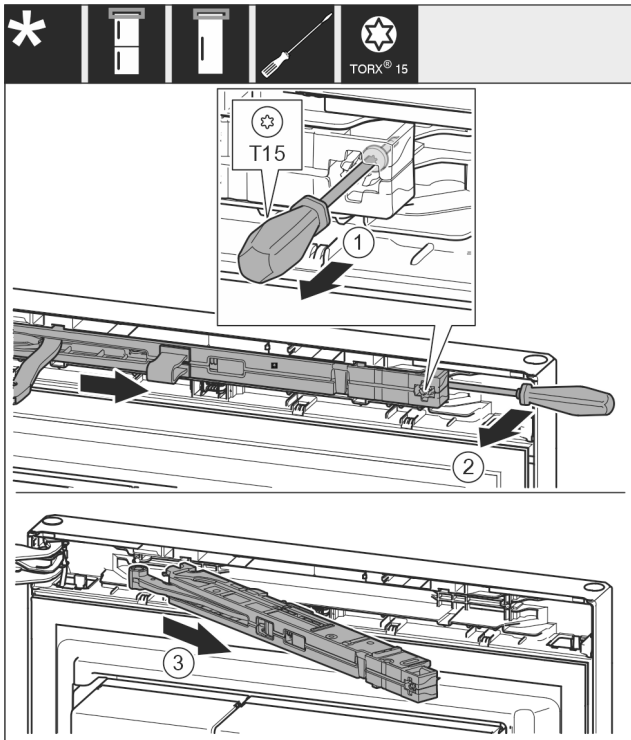

Fig. 11
- ▶ Løsne skruen på lukkedemperenheten ca. 14 mm med en T15-skrutrekker. Fig. 11 (1)
- ▶ Sett inn en skrutrekker bak lukkedemperenheten på håndtakssiden, og drei den forover. Fig. 11 (2)
- ▶ Trekk ut lukkedemperenheten. Fig. 11 (3)